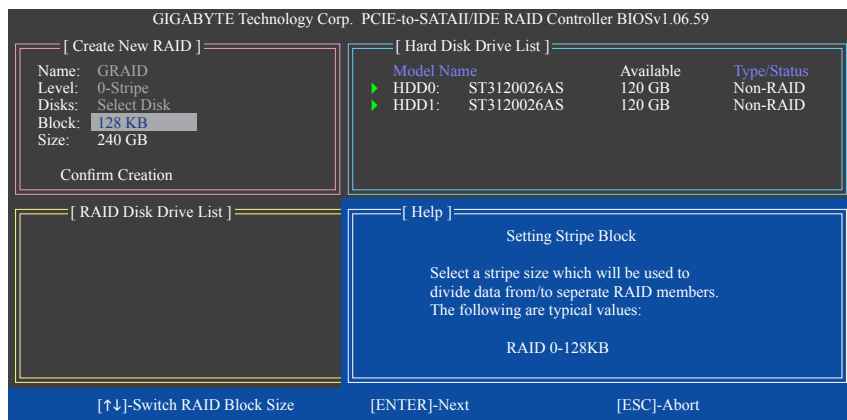

図 6
4. **ブロックサイズの設定 (RAID 0 のみ):** Block 項目の下で、上または下矢印キーを使用してストライプブロックサイズを 4 KB ~ 128 KB の範囲で選択します (図 6)。<Enter> を押します。